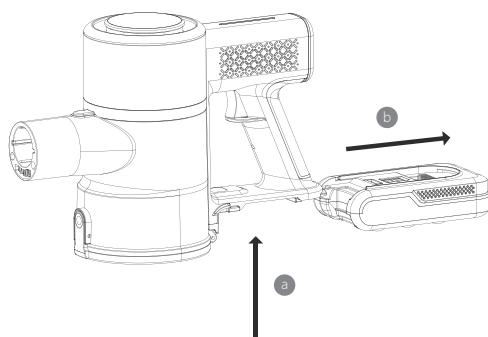

Fig 2.
3.Tirare il filtro HEPA in ingresso verso il basso per rimuoverlo e rimetterlo al contrario dopo la pulizia, Fig.2.
3.Dopo aver rimosso la coppa della polvere, tenere il filtro preliminare e ruotarlo in senso antiorario per rimuoverlo (Fig. 2).
In alternativa, è possibile rimuovere la coppa della polvere e premere direttamente il pulsante di rilascio della coppa della polvere, quindi gettare la polvere nel contenitore dei rifiuti (Fig. 2).